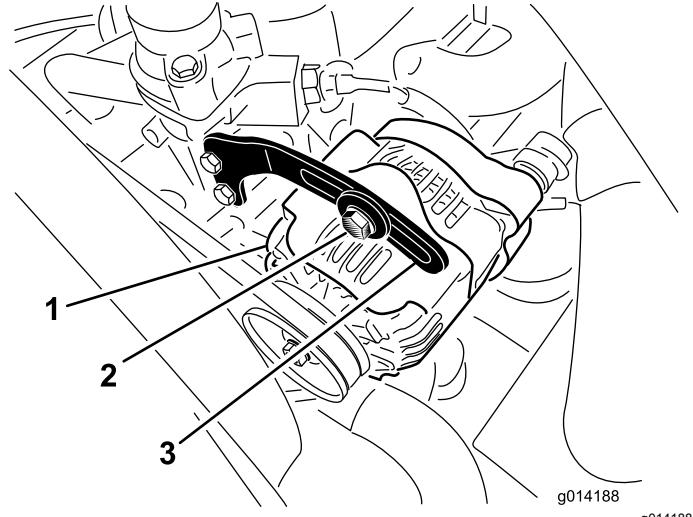

图45
2. 检查交流发电机皮带张紧力的方法使用 10kg 的力按压交流发电机和曲轴箱皮带轮之间的皮带 图45 中间位置。
3. 松开将支架固定到交流发电机 图45 的螺栓和交流发电机枢轴螺栓。